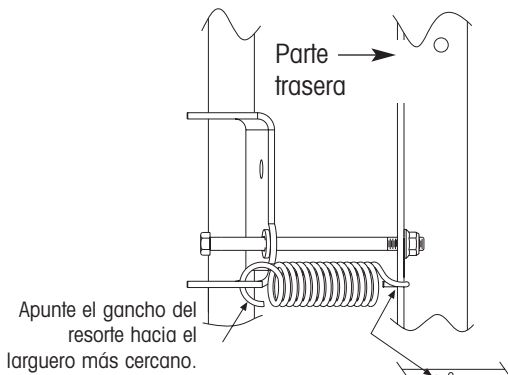

Figura 3. Instalación del resorte de retorno
1. Enganche un extremo del resorte de retorno en el soporte del actuador (Figura 3 en el anverso). Apunte el gancho hacia el larguero más cercano.